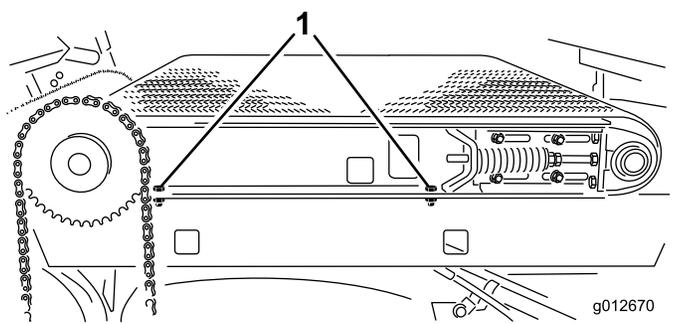

Figura 33
4. No lado direito da máquina, desaperte os dois parafusos que prendem a calha da estrutura de deslizamento ao guarda-lamas direito (Figura 33). Certifique-se de que os parafusos estão soltos o suficiente para permitir a inclinação da plataforma deslizante.